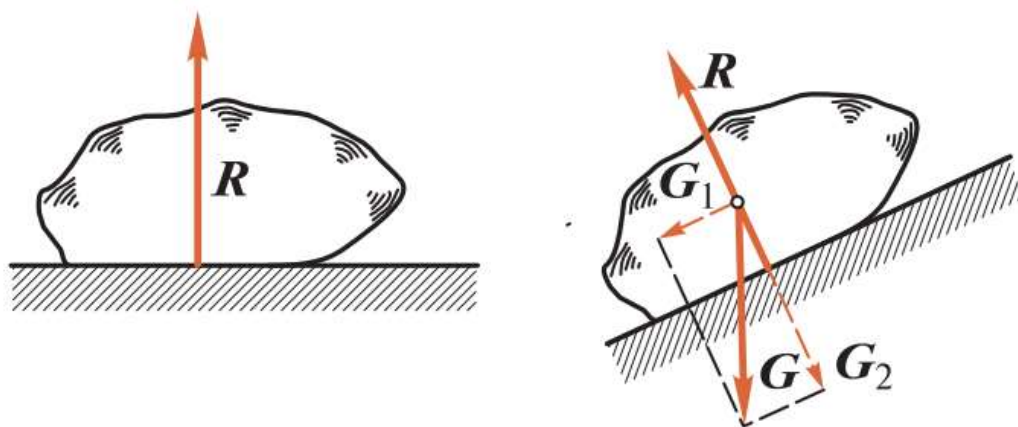

Рис. 1.6
1. *Идеально гладкая плоскость* (рис. 1.6). В этом случае реакция **R** направлена перпендикулярно опорной плоскости в сторону тела, так как такая связь не дает телу перемещаться только в сторону опорной плоскости, т. е. перпендикулярно ей.